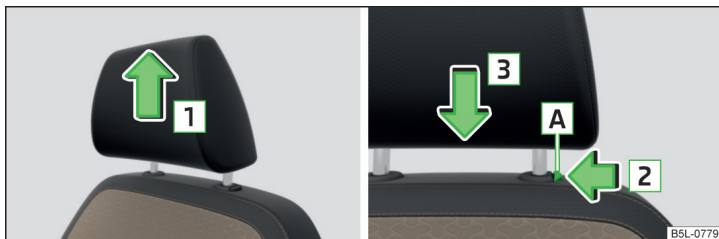

Fig. 65 Tetiera: deplasarea în sus / deplasarea în jos
- ▶ Prindeți tetiera și deplasați-o **în sus** în sensul săgeții **1** » fig. 65.
- ▶ Apăsați tasta de siguranță **A** în direcția săgeții **2** » fig. 65 și trageți afară tetiera.